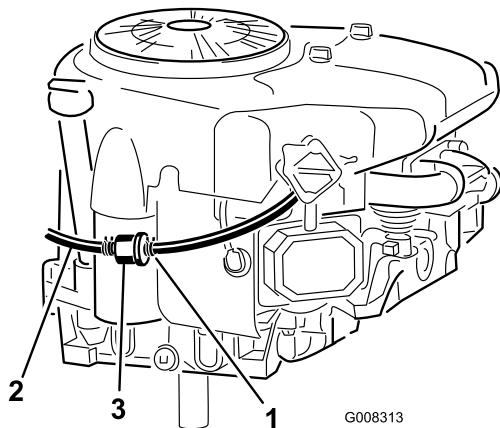

Figura 28
7. Apriete los extremos de la abrazadera y deslícela por el tubo de combustible hacia el depósito de combustible (Figura 28).
8. Tire del tubo de combustible para separarlo del filtro (Figura 28) y deje que la gasolina se drene en un recipiente de combustible homologado o un recipiente apropiado.
- 10. Acerque la abrazadera al filtro de combustible para fijar el tubo de combustible y el filtro (Figura 28).
El mejor momento para cambiar el filtro de combustible (Figura 28) es cuando el depósito de combustible está vacío. No instale nunca un filtro sucio después de desmontarlo del tubo de combustible.